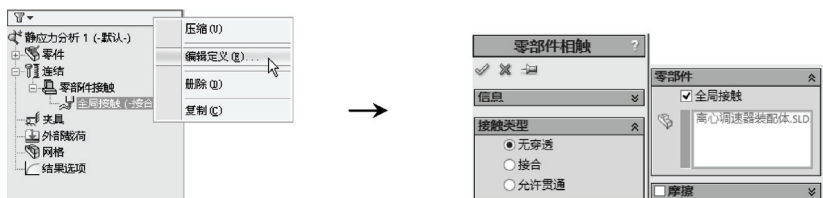

图9-29 设置零部件的接触关系
STEP 3 右键单击“算例”树中“连接”项下的“全局接触”项，选择“编辑定义”快捷菜单项，打开“零部件相触”属性管理器，设置接触类型为“无接触”（原因详见下面“知识点1”），其他选项保持系统默认设置，单击“确定”按钮继续，如图9-29所示。